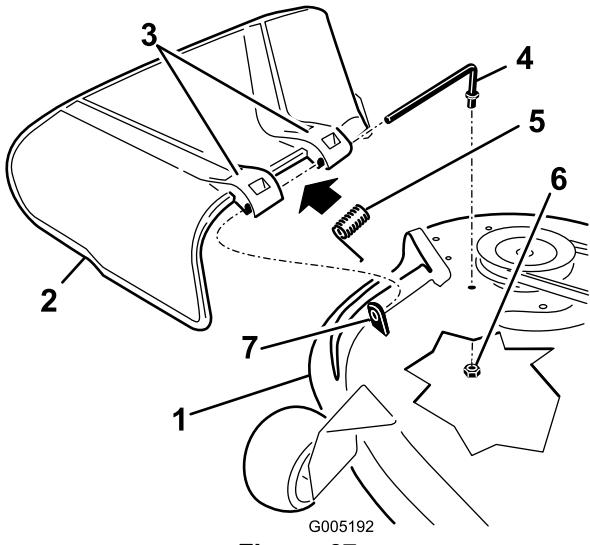

Figura 67
1. Togliete il dado (da 3/8 poll.) dall'asta sottostante il tosaerba (Figura 67).
2. Estraete l'asta dal distanziatore corto, dalla molla e dal deflettore dell'erba (Figura 67).
4. Riposizionate il deflettore dell'erba (Figura 67).
7. Fate scorrere l'asta attraverso la seconda staffa del deflettore dell'erba (Figura 67).
9. Fissate l'estremità posteriore dell'asta nel tosaerba con un dado (3/8 poll.), come mostrato in (Figura 67).